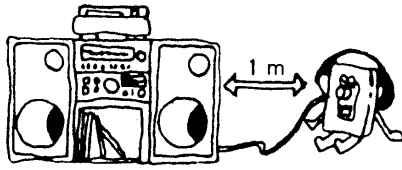

図4
- この器具と音響機器およびアンテナ、アース線はできるだけ(1 m以上)はなしてください。(図4)